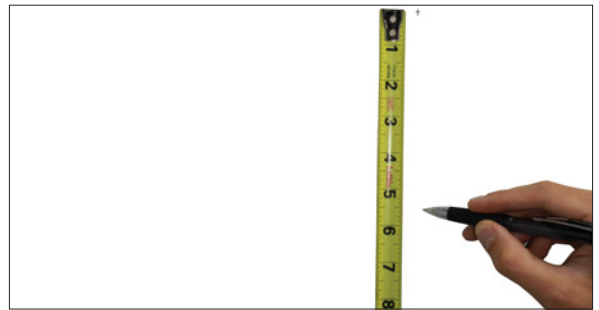

Figure 9 – Mesure et marquage des emplacements de fixation supérieurs et inférieurs et forage des trous.
Étape 2: Faire une marque 0,625 po (16 mm) sous la marque faite précédemment pour l'emplacement du boulon supérieur. Faire une marque 5,5 po (140 mm) sous l'emplacement du boulon supérieur pour indiquer l'emplacement du boulon inférieur (Figure 9, page 14). Percer des trous aux emplacements marqués pour les boulons de fixation.